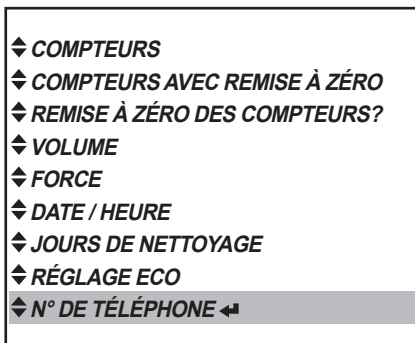

Fig. 40
• Appuyez sur la touche d'entrée ◀ pour afficher le menu « N° DE TÉLÉPHONE » (fig. 40).